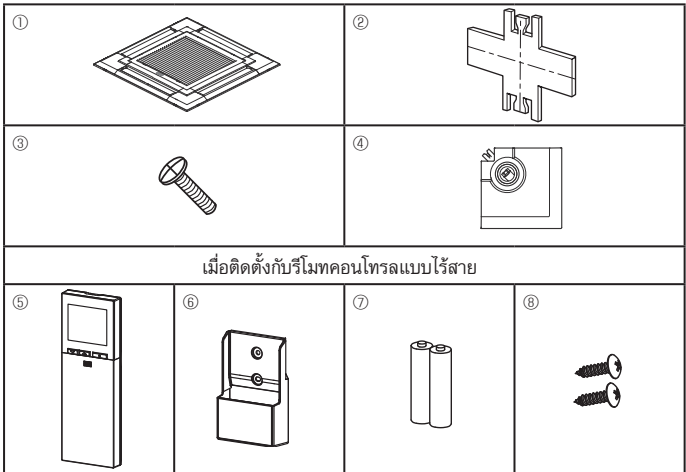

Fig. 6-1
6.1. ตรวจสอบอุปกรณ์ของตะแกรง (Fig. 6-1)